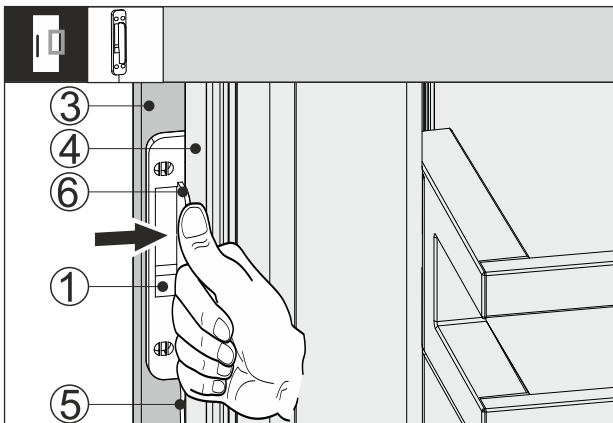

Fig. 66
- ▶ Posuňte snímač klopania Fig. 66 (1) medzi prednou časťou nábytku Fig. 66 (3) a dverami zariadenia Fig. 66 (4) tak, aby bol kábel Fig. 66 (5) zľahka napnutý. Doraz Fig. 66 (6) snímača klopania prilieha k dverám zariadenia Fig. 66 (4).
- ▶ Pritlačte snímač klopania Fig. 66 (1) k prednej časti nábytku Fig. 66 (3).
- ▷ Snímač klopania Fig. 66 (1) je prilepený. Prilepenie snímača klopania optimalizuje prenos signálu klopania.
Trvalá fixácia snímača klopania Fig. 66 (1) predlžuje životnosť.
- ▶ Priskrutkujte snímač klopania Fig. 66 (1) pomocou dodaných skrutiek na prednú časť nábytku Fig. 66 (3).